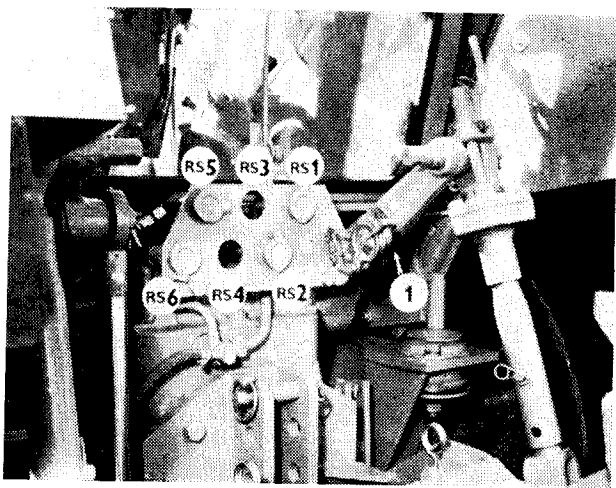

Fig. 24
débite l'huile de pression aux machines et outils lesquels possèdent ses propres cylindres hydrauliques c'est-à-dire par intermédiaire les sorties extérieures pourvues des accouplements rapides n° 1 et n° 2 (ci-après seulement comme RS 1 et RS 2) (fig. 24). Le débit maxi pris des sorties
2. Accouplement et l'alimentation de l'hydromoteur rotatif ou du distributeur propre de la machine agricole: Le tuyau d'alimentation de l'hydromoteur ou du distributeur s'accouple avec RS 2, le tuyau de l'écoulement avec RS 6 (fig. 24).
A la base d'un désir particulier les tracteurs son pourvus d'un distributeur additionnel avec deux sorties extérieures pourvues des accouplements rapides n° 3 et n° 4, ci-après seulement comme RS 3 et RS 4 (fig. 24). La fonction de ce circuit est identique comme du circuit extérieur livré comme équipement standard. Il est commandé par une manette independante qui se trouve à côté gauche du siège de conducteur. Cette manette peut être déplacée dans trois positions suivantes:
/35 A avec le régulateur de tension (fig. 36/6). Les tracteurs Z 8011 et Z 8045 sont pourvus du démarreur de 12 V d'une puissance de 2,9 kW (fig. 8/3). Les tracteurs Z 12011 et Z 12045 sont pourvus du démarreur de 24 V et d'une puissance de 4,4 kW qui est pourvu à son tour d'un inverseur pour 12/24 V placé sous le siège du conducteur (fig. 11/7). Pour les remorques les tracteurs sont pourvus de la prise septapolaire (fig. 24/1). Les tracteurs sont aussi pourvus de l'équipement de sécurité à l'aide duquel on peut démarrer le moteur seulement après avoir appuyé la pédale de l'embrayage jusqu'au fond.